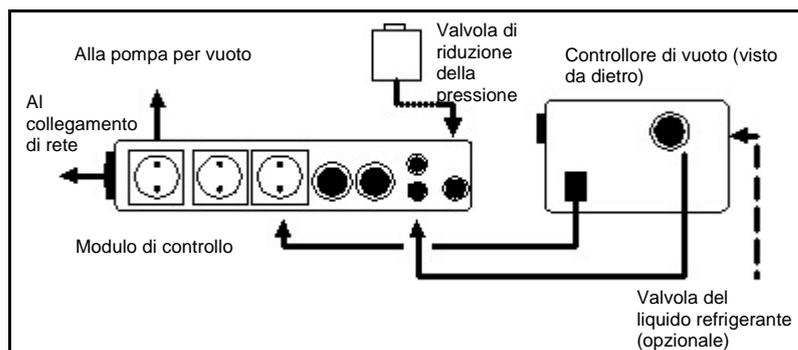

Fig. 11: collegamento elettrico del sistema LABOPORT SC
**i** Le figure 11 e 12 mostrano una visione d'insieme dello schema elettrico di collegamento dei sistemi LABOPOINT SC e SCC.